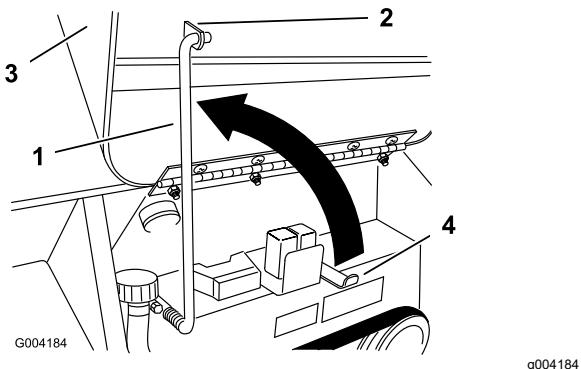

Bild 24
4. Stellen Sie die Stützstange auf und befestigen Sie diese in der Halterung an der Motorhaube (Bild 24).